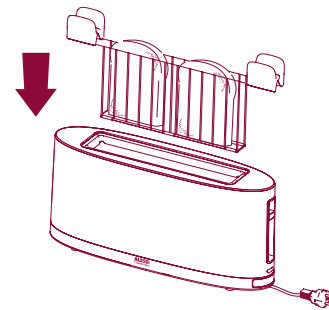

Fig. 14
- 2 Cerrar la pinza e introducirla en el tostador de pan (fig. 14).